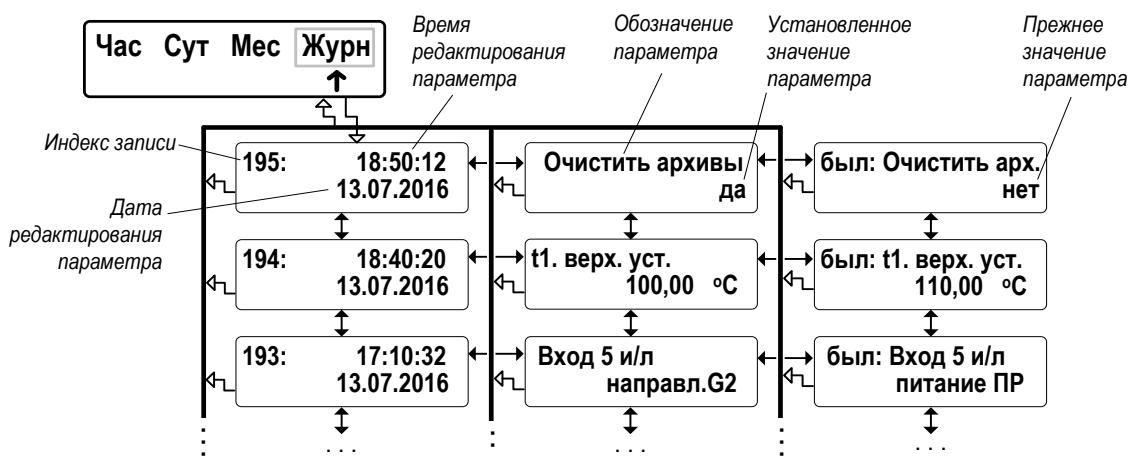

Рис.20. Вид окон индикации «Журнала»
7.3.1. В тепловычислителе для регистрации редактирования установочных параметров предусмотрен нестираемый журнал (меню АРХ / Журн) на 1700 записей. Структура **Журнала** и вид окон индикации показаны на рис.20.